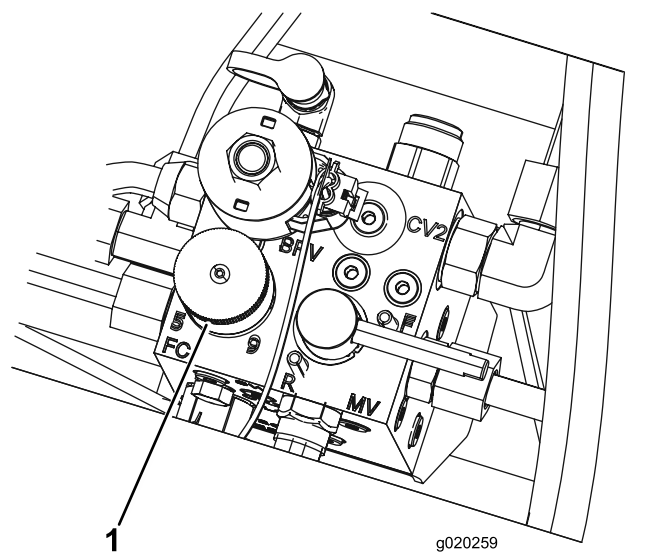

Figure 43
5. Tournez le bouton (Figure 43) du collecteur de tonte jusqu'à ce que la flèche soit en face du numéro correspondant à la vitesse de cylindre que vous avez déterminée à l'opération 3.